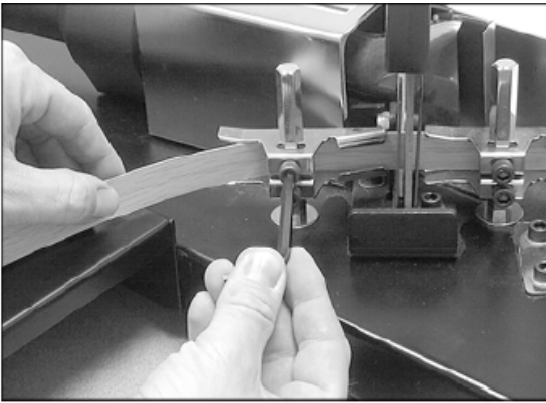

Рисунок 9
3. Пропустите передний край кромкооблицовочного материала через направляющие, затем отрегулируйте верхние направляющие на ширину кромкооблицовочного материала. Смотрите Рисунок 9.